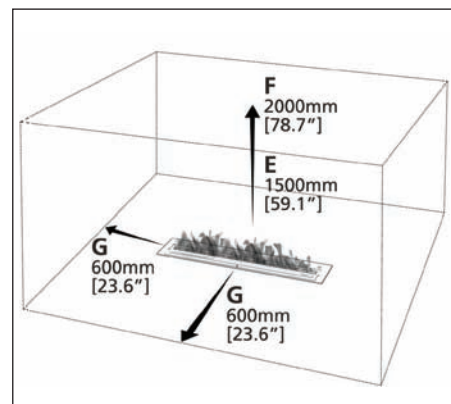

Fig. 4
B. POSIZIONE DEL BRUCIATORE SENZA LA FIREBOX (Fig.4)